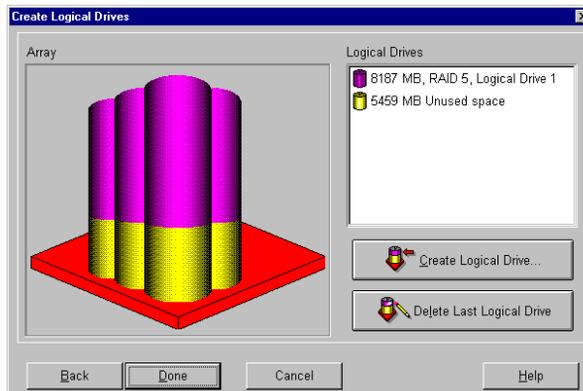

Figura 7-20: Procedura guidata di espansione – Schermata Create Logical Drives (Creazione delle unità logiche)
5. Fare clic su **Next** (Avanti) nella parte inferiore della schermata. Viene visualizzata la schermata rappresentata nella Figura 7-20.